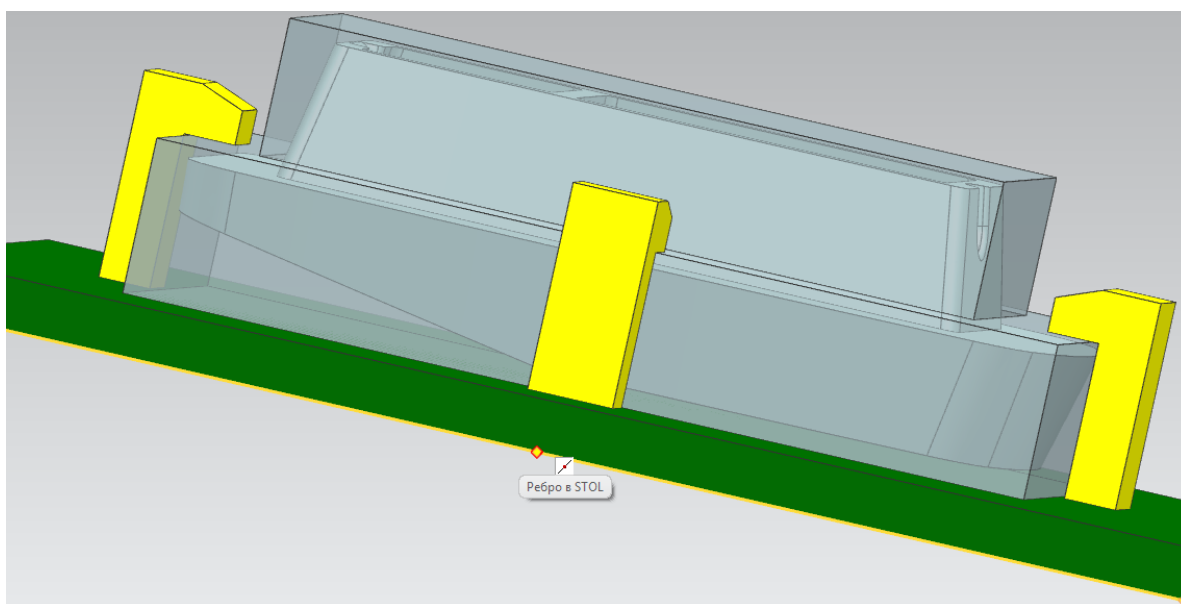

Рис. 2.5. Выбор точки на нижней грани основания оснастки
- выберите **Вся сборка** в списке **Пространство выбора (1)**;
- выберите центральную точку на нижней грани основания оснастки (см. рис. 2.5);